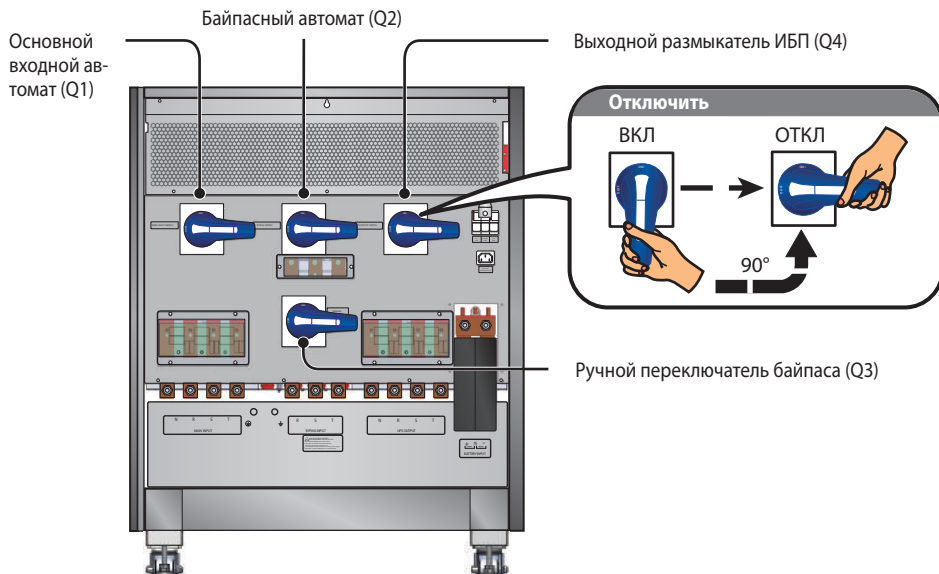

Рис. 5-1. Местоположение выключателей, выполнение операции отключения
5. Убедитесь, что основной входной автомат (Q1), байпасный автомат (Q2), ручной переключатель байпаса (Q3) и выходной размыкатель ИБП (Q4) находятся в положении **ОТКЛ.** Их местоположение показано на **Рис. 5-1.**
- ШАГ 1** Найдите изолирующую панель, закрывающую блок зажимов входа питания от батареи. См. **Рис. 5-1**.